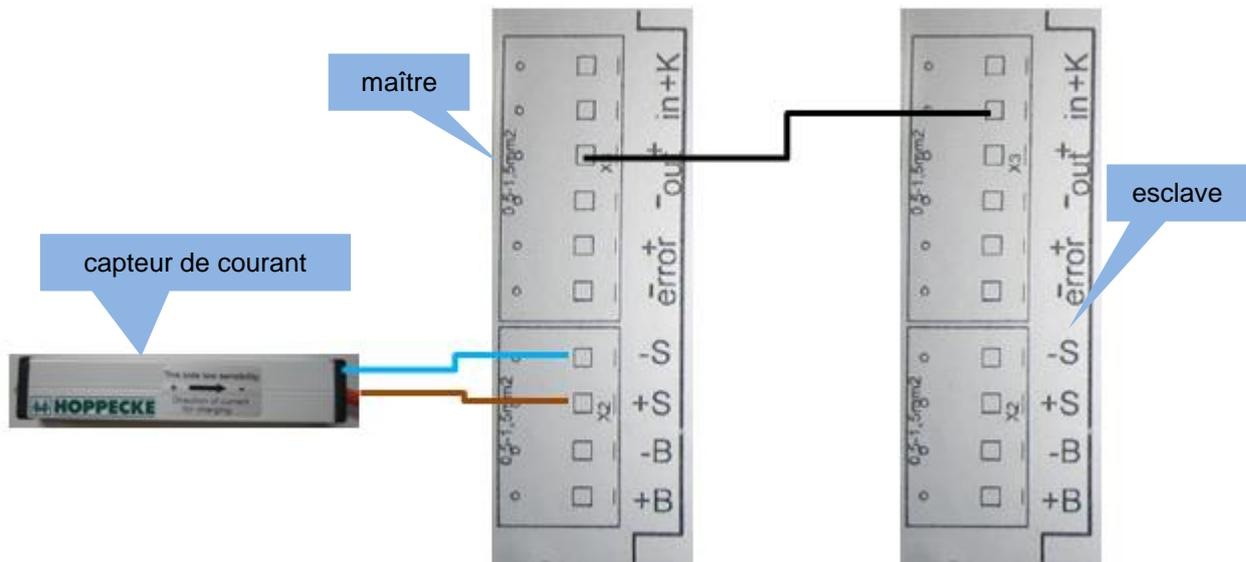

Fig. 27 : Configuration maître - esclave
**Remarque :** Au cas où vous travaillez avec des éléments de batteries plus larges (de 18 OPzS solar.power 3250 jusqu'à 26 OPzS solar.power 4700), un deuxième système de pompe est requis. À cette fin, une pompe est connectée au capteur de courant (maître). L'autre pompe (esclave) est opérée par le biais d'un signal de sortie de la pompe maître (c. f. fig. 27).